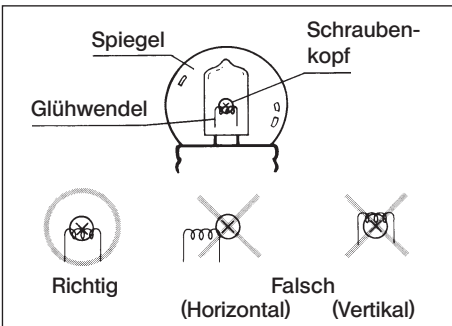

Abb. 7
3) Lampe von vorne ansehen und überprüfen, ob die untere Hälfte des Schraubenkopfes auf der Spiegeloberfläche von der Glühwendel abgedeckt wird (Abb. 7).